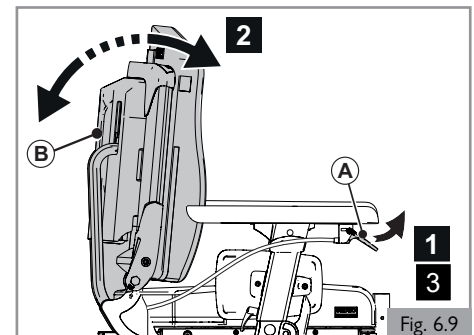

Fig. 6.9
6.4 Respaldo con reclinación manual (Fig. 6.9)